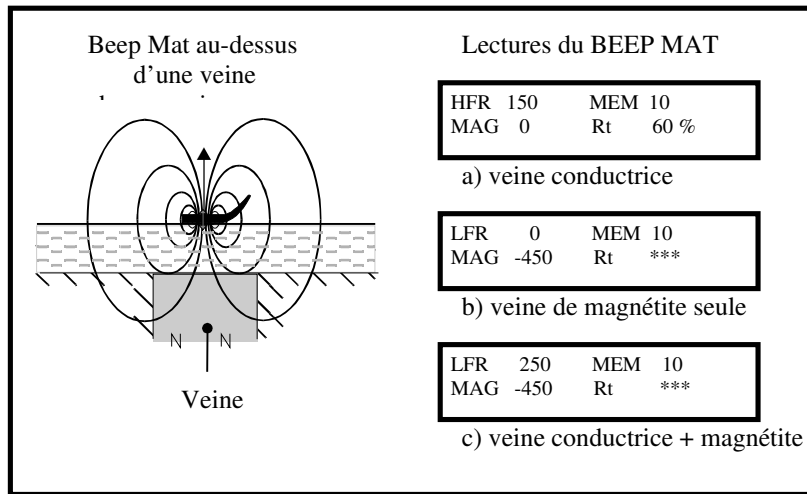

Figure 9 : Exemples de lectures du *Beep Mat* en présence : a) d'un conducteur, b) de magnétite, c) d'un corps conducteur contenant de la magnétite
Le HFR correspond à la variation de la haute fréquence et le LFR correspond à la réaction de la basse fréquence. Quand on approche d'un échantillon riche en magnétite (par exemple, une veine), la basse fréquence réagit plus que la haute fréquence, alors la valeur LFR devrait apparaître et demeurer à 0 ou très basse. La valeur MAG (magnétite) augmente en valeur négative (voir figure 9, cas « b »). Quand on approche d'un échantillon de sulfure conducteur, le HFR réagit plus que le LFR. Ainsi, la valeur HFR devrait apparaître et augmenter alors que la valeur MAG devrait demeurer basse (voir figure 9, cas « a »). Si le HFR est élevé et que le MAG est bas, cela signifie que la conductivité de l'échantillon est élevée et que le corps pourrait s'avérer être du métal.
Notez la similitude de ces réactions avec celles observées durant le test de l'appareil (chapitre 2). Plus la conductivité du bloc est faible, plus la valeur HFR est basse. En approchant un bloc conducteur qui contient aussi de la magnétite, le LFR augmentera et le MAG diminuera en valeur négative (voir figure 9, cas « c »).
- L'anomalie « A » est forte et large et le ratio (Rt) est élevé. Cela indique la présence d'un conducteur large et dense. Comparez avec la figure 9.